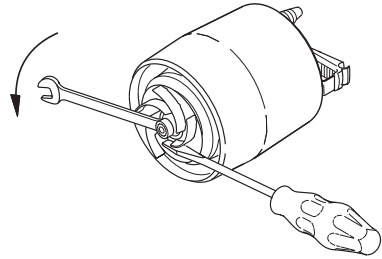

Fig. 10
- Desserrer et retirer l'écrou sur l'arbre moteur (13 mm). Pour empêcher que la roue tourne, introduire un tournevis, voir fig. 10.